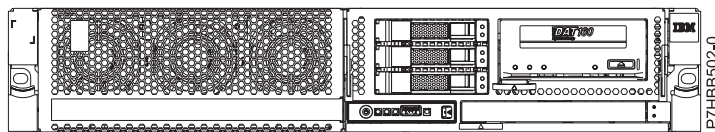

Figura 2. Placa posterior de la unidad de disco con cinta
11. Quite el dispositivo de soporte presionando hacia arriba y después tirando del pestillo (A) para deslizar el dispositivo de soporte hasta sacarlo del sistema. Consulte la Figura 2 o 3 en función de la configuración del sistema.